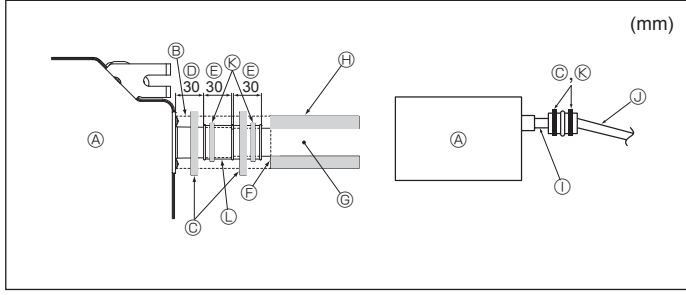

Fig. 3-5
- Drenaj soketini (üniteyle birlikte verilmiştir) drenaj çıkışına bağlayın. (Fig. 3-5) (Boruyu PVC tutkısıyla tutturduktan sonra bantlayarak tespit edin.)